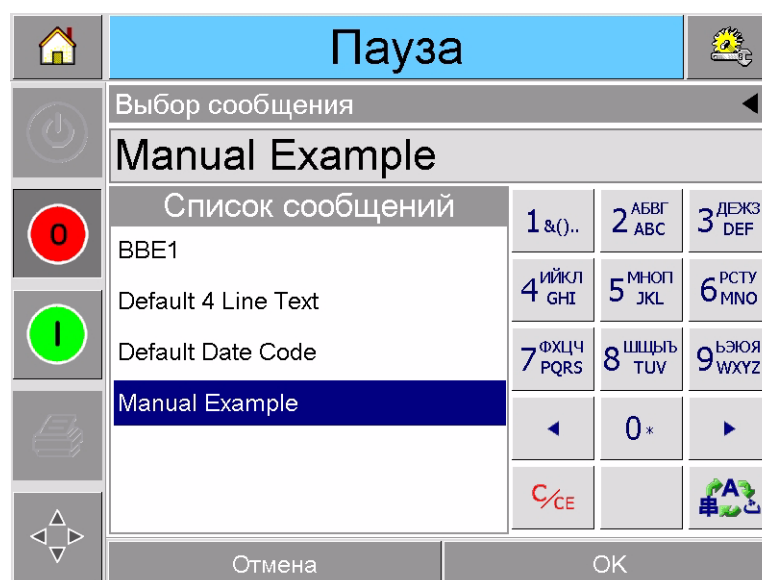

Рис. 4-5: Выбор задания
- 2 Нажмите в списке название требуемого задания для печати, как показано на Рис. 4-5 на стр. 4-5, а затем нажмите кнопку "ок".